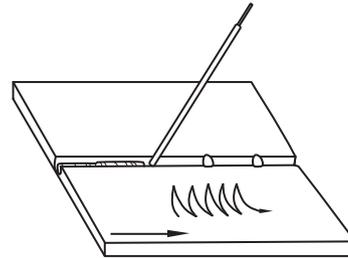

Figura 4
b. Oscile el electrodo cubriendo los dos bordes (figura 4).